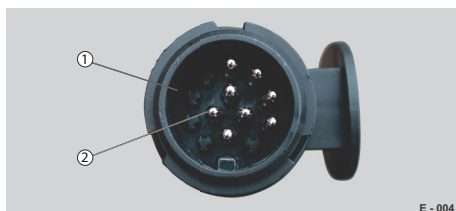

Abb. 4 Stecker, 8-fach belegt
Der 13-polige Stecker (Abb. 4/1) mit 8-facher Kontaktbelegung wird bei gebremsten Anhängern standardmäßig eingesetzt.
- Die Kontaktbelegung (Abb. 4/2) ggf. am Zugfahrzeug prüfen.